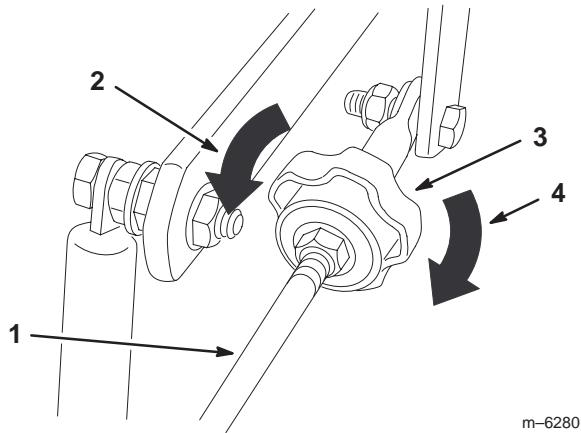

Figure 52
- Pour que la machine tire à droite, tournez le bouton vers la droite de la machine (voir la figure 52).
- Pour que la machine tire à gauche, tournez le bouton vers la gauche de la machine (voir la figure 52).